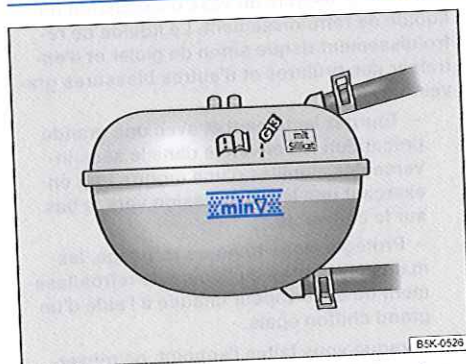

Fig. 230 Dans le compartiment-moteur : repères sur le vase d'expansion du liquide de refroidissement
- Lorsque le moteur est froid, vérifiez le niveau de liquide de refroidissement à l'aide des repères latéraux du vase d'expansion de liquide de refroidissement ⇒ fig. 230. Le niveau de liquide de refroidissement doit se situer entre les repères.
- Le niveau de liquide de refroidissement doit se situer entre les repères du vase d'expansion ⇒ fig. 230. **En rétablissant le niveau, ne dépassez pas le bord supérieur de la zone repérée** ⇒ .
❶ MISE EN GARDE
- Ne faites l'appoint de liquide de refroidissement que jusqu'au bord supérieur de la zone repérée ⇒ **fig. 230**. Le surplus de liquide de refroidissement est sinon, une fois chauffé, refoulé hors du circuit de refroidissement et peut entraîner des endommagements.
❶ MISE EN GARDE (suite)